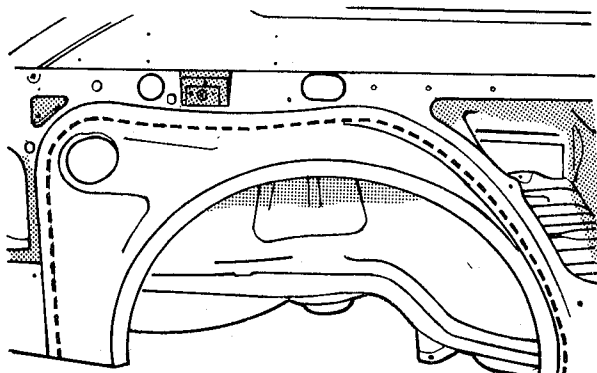

fig. 159
1. Marcar a linha de corte do painel (fig. 159)